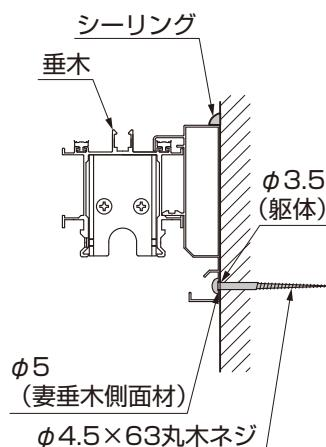

図6-17 A部詳細図
- ②入隅側妻垂木側面材にφ5の穴をあけてください。(図6-17参照)
- ③軸体に妻垂木側面材取付用のφ3.5の下穴をあけてください。(図6-17参照)
- ④妻垂木側面材と軸体を、「φ4.5×63丸木ネジ」で取付けてください。
- ⑤妻垂木側面材と軸体の組合せ部に、シーリングをしてください。